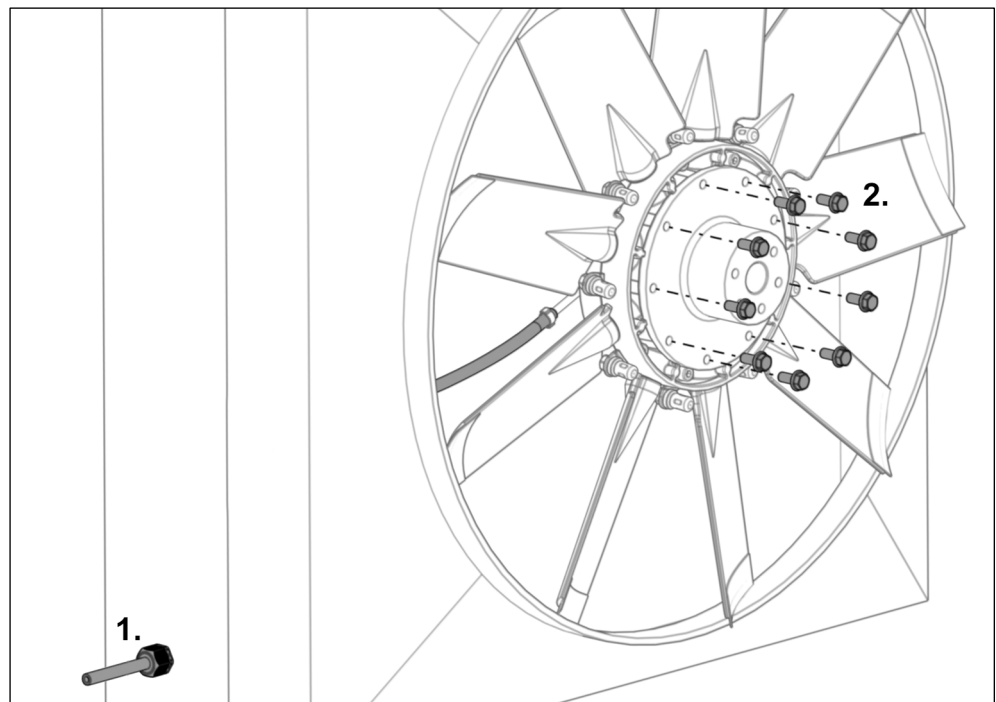

Fig. 29
- 20) Inserte la manguera de presión a través de la descarga de tracción (véase la Fig. 29, paso 1).
- 22) Enrosque a mano los tornillos de dientes de bloqueo suministrados (véase la Fig. 29, paso 2).